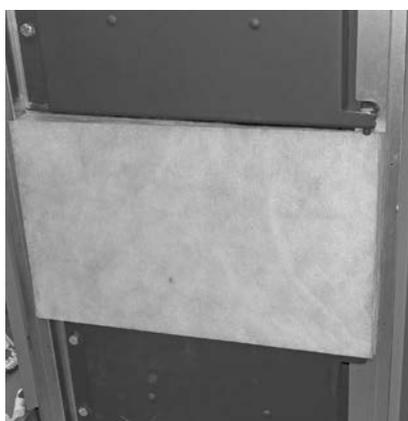
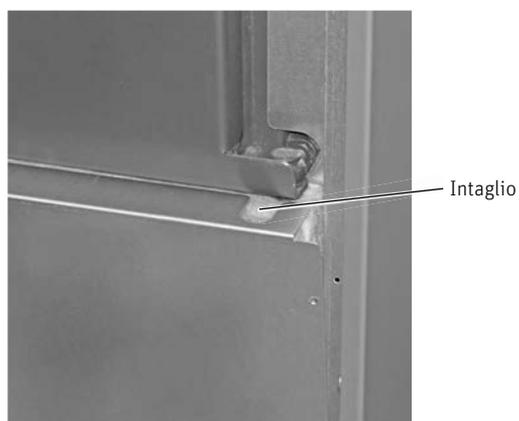
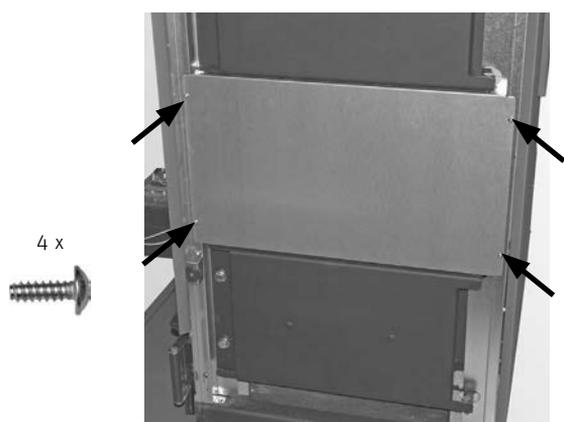

Fig. 70 Applicare l'isolamento
Fig. 71 L'intaglio deve trovarsi in corrispondenza del supporto sportello
Fig. 72 Montare il rivestimento
- Applicare l'isolamento (Fig. 70) e montare il rivestimento sotto lo sportello della camera di combustione con 4 viti autofillettanti (Fig. 72), l'intaglio in alto deve trovarsi in corrispondenza del supporto sportello (Fig. 71).